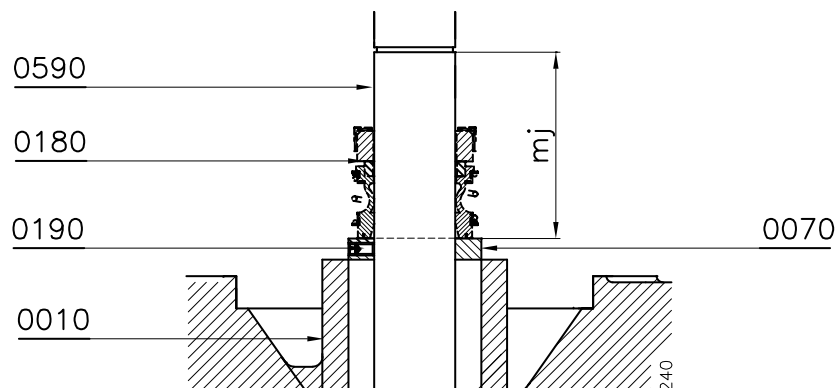

Bild 14: Inställningsmått **mj**.
- 1 Montera justeringen (0060) och lås denna med ställskruven (0280), se bild 14. För rätt avstånd **mj**, se värdena i nedanstående tabell: